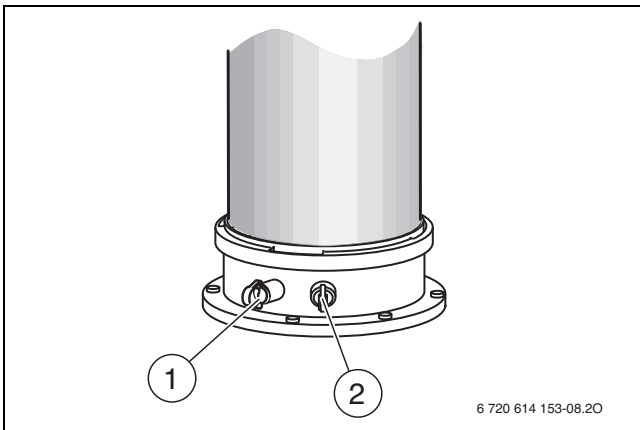

Bild 119 Abgasmessstutzen und Verbrennungsluft-Messstutzen
- ▶ Stopfen am Verbrennungsluft-Messstutzen (→ Bild 119, [2]) entfernen.
- ▶ Stopfen am Abgasmessstutzen (→ Bild 119, [1]) entfernen.